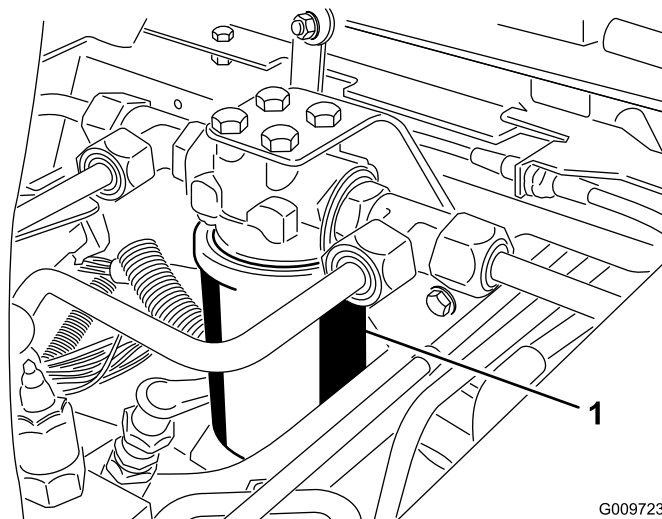
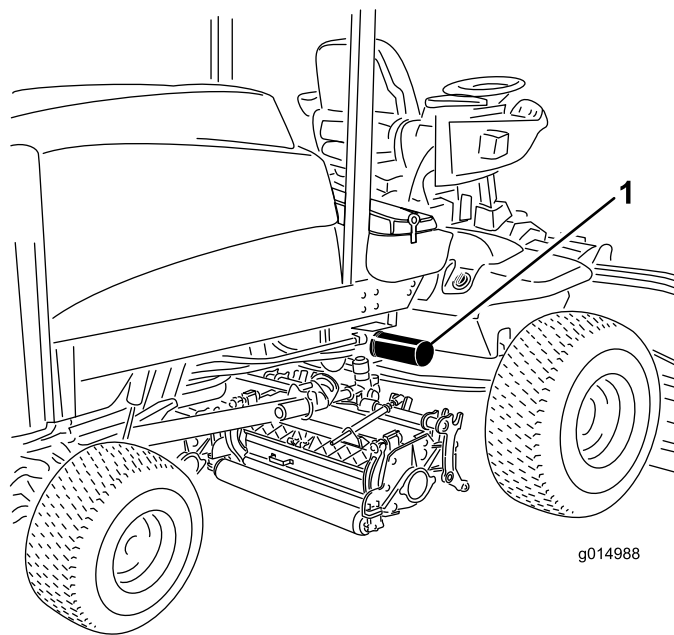

図 79
図 80
2. フィルタ容器の周辺をウェスできれいにぬぐう。フィルタ（図 79と図 80）の取り付け部周辺をきれいにふき、下に廃油受けを用意し、フィルタを外す。